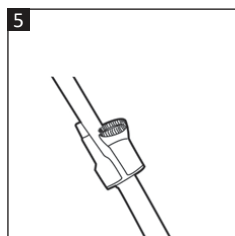

Fig. 5
- El soporte de accesorios (3) se puede enganchar en el tubo telescópico (20) para mantener las herramientas de limpieza a mano durante la limpieza (**Fig. 5**).